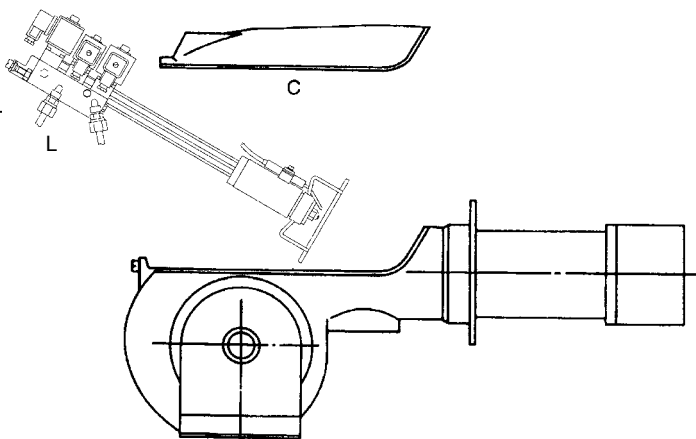

Fig. 14
- Demontați, examinați și curățați capul de ardere (vezi Fig.14) . În timpul reasamblării , respectați cu strictețe valorile date la pag. 23 ;